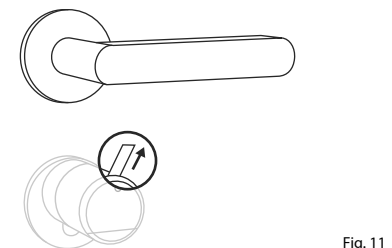

Fig. 11
- ⑧ Si no lo ha hecho anteriormente, retire las bandas protectoras de las baterías del compartimento de la batería junto al pomo interior (Fig. 11).